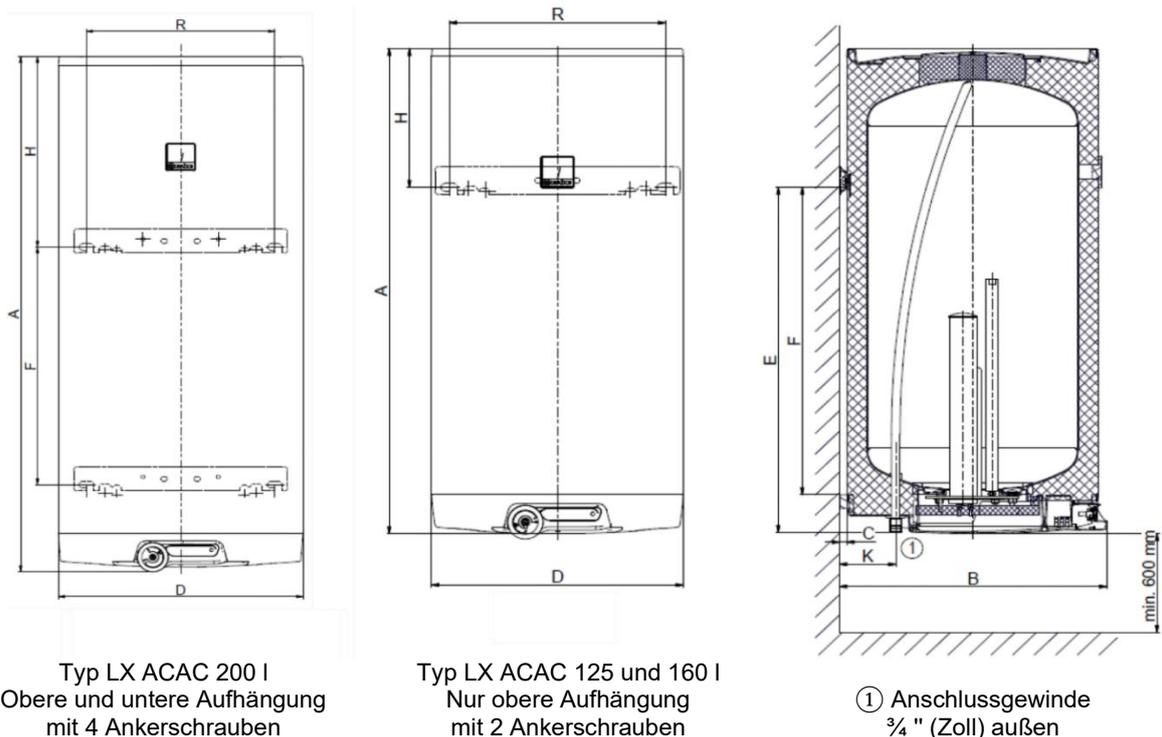

Abbildung 3: Verschiedene Darstellungen des LX ACAC
2. Befestigen Sie diese an dem Montageort und prüfen Sie kritische Abstände zum Boden und zur Umgebung. Bei dem Typ LX ACAC 200 sind der Abstand F zwischen den Montagebügel (siehe Abbildung 3) sowie die Diagonalen zwischen den Bohrlöchern zu prüfen.